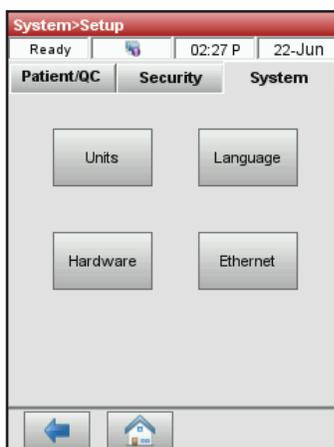

Figura 25. Schermo Gestione sistema> Configurazione
2. Nella scheda Sistemi, toccare **Hardware** (Figura 25).